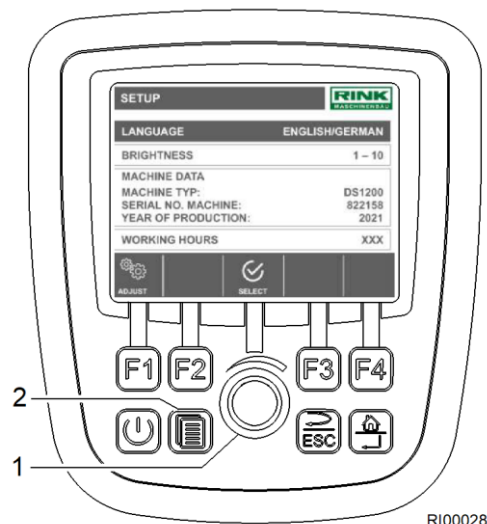

Bild 39 Menü
1. Wenn die Menütaste (Bild 39/2) gedrückt wird, wird das Bedienmenü Menü geöffnet.
2. Den gewünschten einzustellenden Menüpunkt durch Drehen des Drehreglers (Bild 39/1) anwählen.